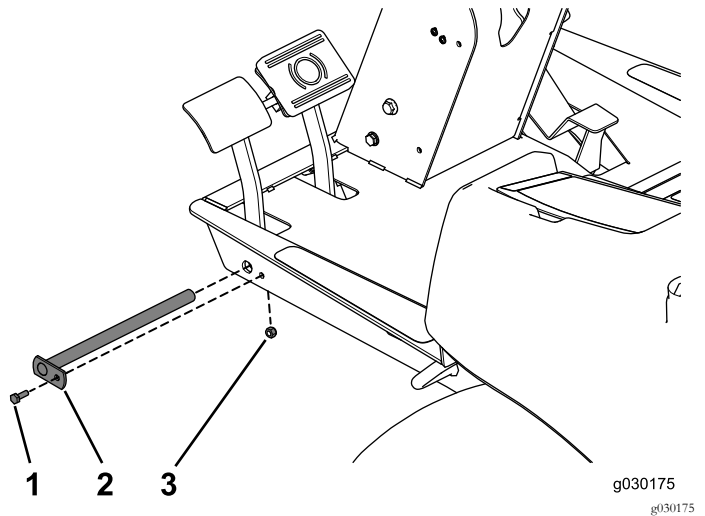

Bild 21
2. Befestigen Sie den Stift mit der Schraube ($\frac{1}{4}$ " x $\frac{3}{4}$ ") und Sicherungsmutter (Bild 21).